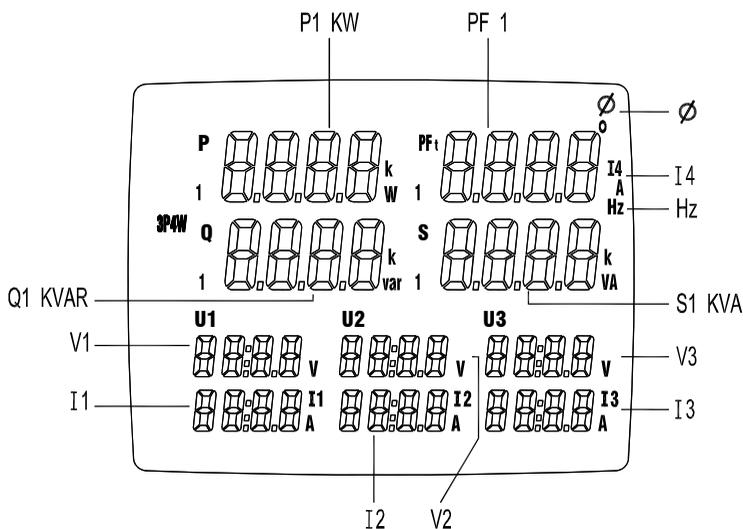

Figura 14. 3P4W Display generale
- ① Collegare il cavo di controllo di tensione rosso al morsetto “U1”.
- ② Collegare il cavo giallo di controllo di tensione al morsetto “U2”..
- ③ Collegare il cavo blu di controllo di tensione al morsetto “U3”
- ④ Collegare i cavi di controllo di tensione neri al terminare “N”
4. Collegare i cavi di controllo di tensione di tensione all’equipaggiamento elettrico da analizzare come mostrato nella figura 14. Diagramma di connessione della sequenza di fase 3P4W.
- ① Collegare il morsetto alligatore rosso di controllo di tensione alla fase “L1”
- ② Collegare il morsetto alligatore giallo di controllo di tensione alla fase “L2”
- ③ Collegare il morsetto alligatore blu di controllo di tensione alla fase “L3”